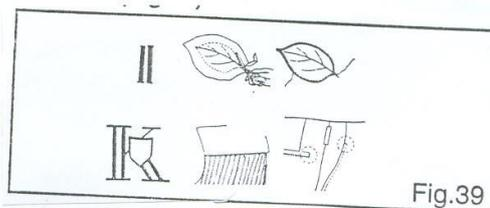

Fig.39
7. Другие виды стежков (Рис. 39)